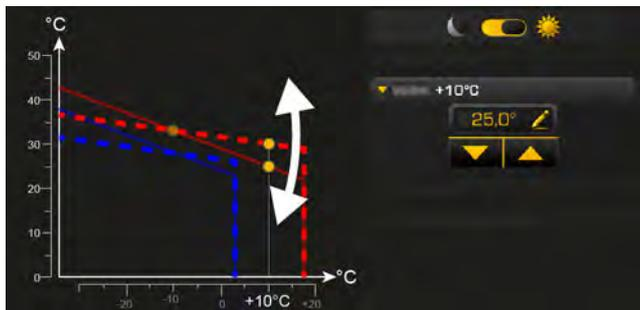

Abb. 5-75: Heizkurve anpassen (bei Außentemperaturen über dem Gefrierpunkt)
- Sind die Räume im Heizbetrieb (innerhalb der eingestellten Heizzeiten) ständig zu kalt muss die Heizkurve angepasst werden. Siehe Kapitel Abb. 5-75: "Heizkurve anpassen \(bei Außentemperaturen über dem Gefrierpunkt\)".